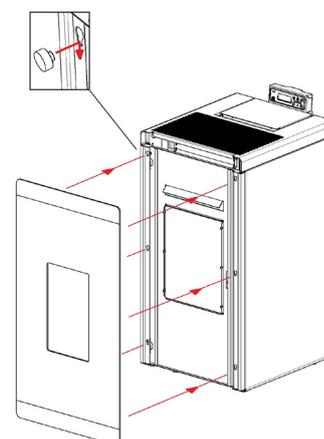

Fig. 34 - Das Glas positionieren
- Das Glas auf die Metalltür positionieren: Die Köpfe der Schrauben in den Öffnungen der Tür einhaken (siehe **Fig. 34 auf S. 21**).